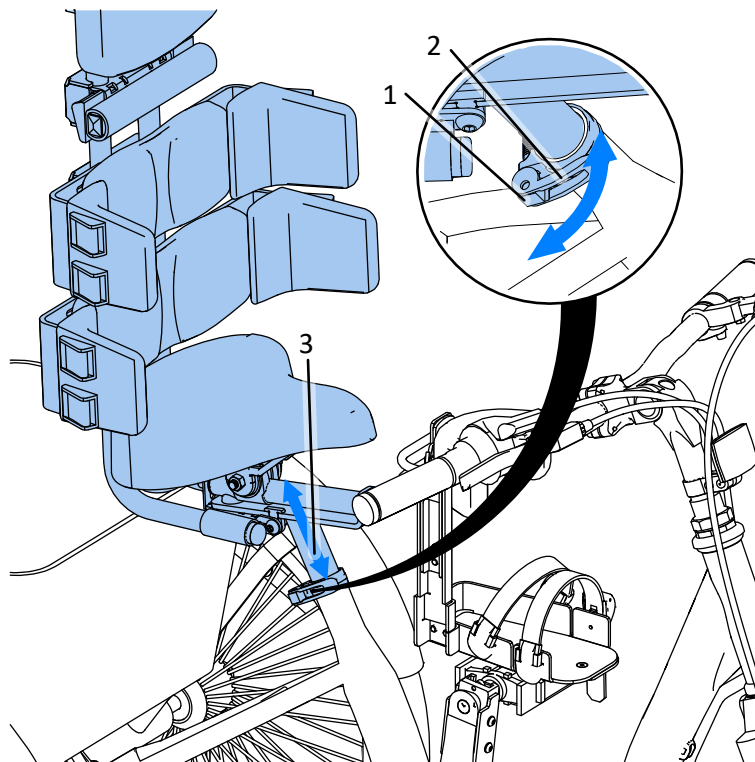

Abb. 9
Abb. 9 zeigt, wie man die Sattelhöhe einstellt. Lösen Sie den Exzenterbolzen (1), indem Sie den Hebel (2) zurückziehen. Das Untersattelrohr wird entriegelt, so dass die Sattelstütze (3) auf die gewünschte Höhe ausgefahren oder eingefahren werden kann. Die Oberseite des Sattels sollte die Hüftposition des Benutzers erreichen. Wenn der Sattel auf die richtige Höhe eingestellt ist, sollte er an der Längsachse des Fahrrads ausgerichtet sein. Klemmen Sie dann den Exzenterbolzen (1) mit dem Hebel (2) fest. Der Sattel kann bis zur maximalen Position ausgefahren werden, so dass mindestens 80 mm der Sattelstütze im Sitzrohr verbleiben. Die maximal zulässige Ausfahrhöhe ist auf dem vertikalen Rohr der Säule angegeben.